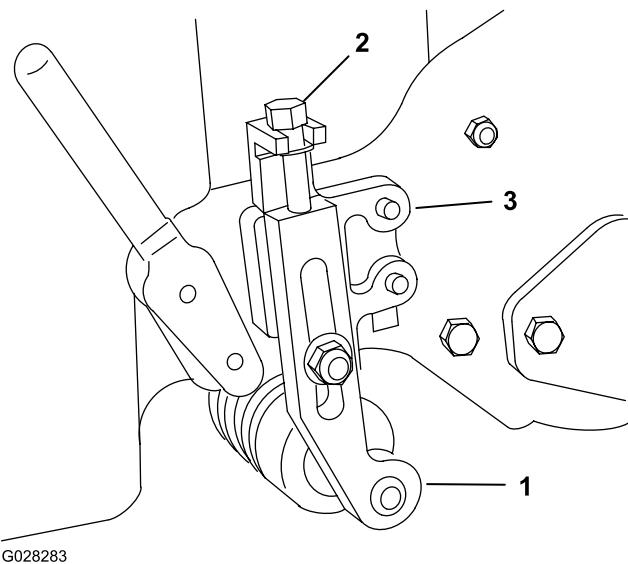

図 4
1. 刈り高アームを刈り高ブラケットに固定しているロックナットを外す 図4。
3. 刈高アームから調整ねじを外す 図4。